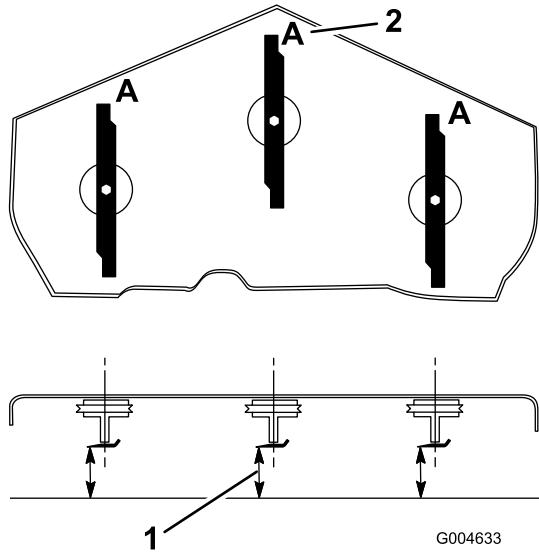

Figure 94
3. Tournez les lames dans le sens longitudinal (Figure 94).
Remarque: Mesurez la distance entre la surface plane et le tranchant (position A) des lames (Figure 94). Notez cette valeur.